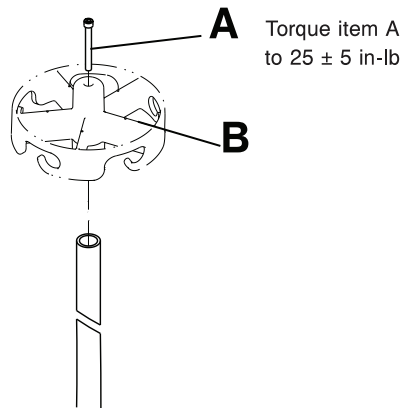

Afbeelding 7-31: Infuuspaal vervangen
2. Verwijder met een 3/16 inch inbussleutel de inbuskopschroef (G) uit het midden van het bovenstuk (F) van de infuuspaal (Afbeelding 7-31 op pagina 7-49). Bewaar de schroef.
3. Tik op het bovenstuk (F) (Afbeelding 7-31 op pagina 7-49) van de infuuspaal en druk het omhoog om het bovenstuk te verwijderen. Bewaar het bovenstuk van de infuuspaal.
4. Verwijder met een kleine platkopschroevendraaier de buisplug (H) uit de onderkant van de infuuspaal (E) (Afbeelding 7-31 op pagina 7-49). Bewaar de buisplug.
5. Verwijder met een 3/16 inch inbussleutel de twee platkopschroeven (A) om de onderste infuuspaalklemmen (B) van het stoelframe te verwijderen (Afbeelding 7-31 op pagina 7-49). Bewaar de schroeven en klemmen.
6. Verwijder met een 3/16 inch inbussleutel de twee platkopschroeven (A) waarmee de bovenste infuuspaalklemmen (C) aan het stoelframe zijn bevestigd. Verwijder de gaffelpennen (D) en klemmen (C). Bewaar de schroeven, gaffelpennen en klemmen. Werp de infuuspaal (E) weg (Afbeelding 7-31 op pagina 7-49).
2. Steek de geleverde parapluoer (0018-045-000) (J) in de bovenkant van de infuuspaal (E) (Afbeelding 7-31 op pagina 7-49). De bovenkant van de parapluoer moet ongeveer 12,7 mm boven de bovenkant van de infuuspaal liggen.
3. Steek de geleverde buisplug (0037-225-000) (H) in de onderkant van de infuuspaal (E) (Afbeelding 7-31 op pagina 7-49).
4. Plaats het infuuspaalbovenstuk (F) op de infuuspaal (E) en tik het bovenstuk met de handpalm zachtjes omlaag tot het bovenstuk volledig op zijn plaats op de infuuspaal (E) zit (Afbeelding 7-31 op pagina 7-49).
5. Installeer met een 3/16 inch inbussleutel de geleverde inbuskopschroef (0004-672-000) (G) om het infuuspaalbovenstuk vast te zetten aan de paal. Haal de schroef met een 3/8 inch momentsleutel (in-lb) aan tot  $25 \pm 5$  in-lb ( $2,8 \pm 0,6$  Nm).
7. Steek de geleverde gaffelpennen (0026-349-000) (D) in de voorkant van de geleverde bovenste infuuspaalklem (in stap 6 verwijderd).